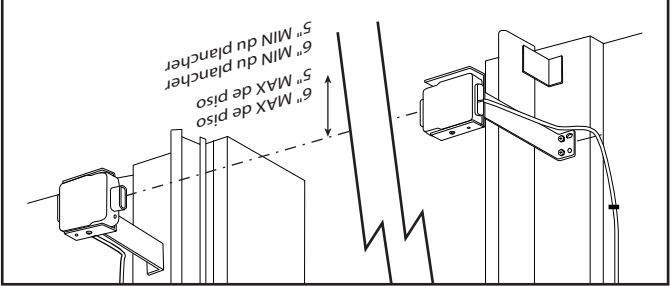

FIG. 5-4 Verifique la alineación del Safe-T-Beam®.
- Asegúrese de que los topes de las lentes estén entre 5" y 6" arriba del piso (Fig. 5-4). Los soportes son flexibles y se pueden ajustar ligeramente si es necesario.
- S'assurer que la partie supérieure des lentilles se trouve entre 12,5 et 15 cm au-dessus du sol (Fig. 5-4). La flexibilité des supports permet de les ajuster en les courbant légèrement, le cas échéant.